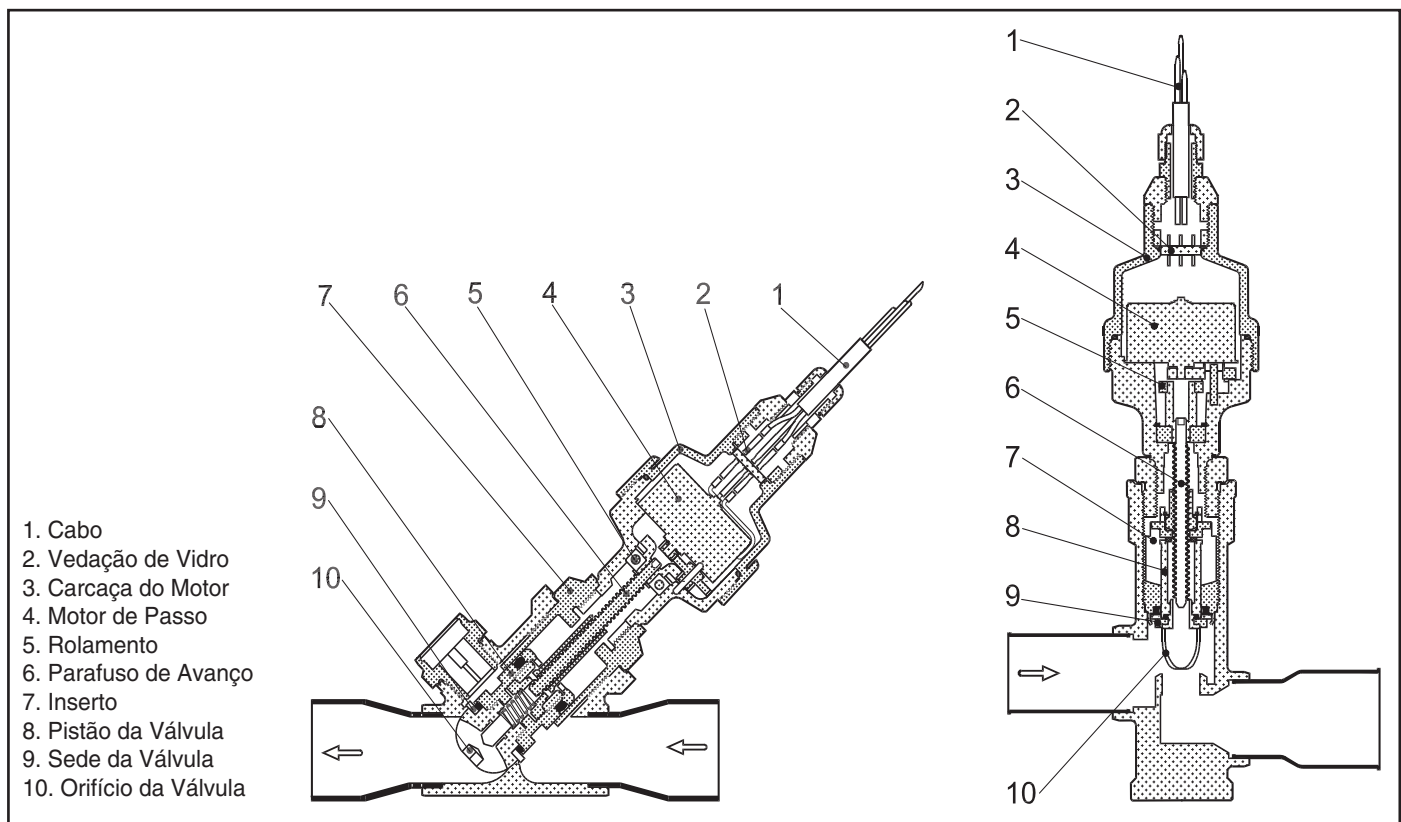

Figura 25 - Vista em corte da Válvula de Expansão Eletrônica
Veja a Figura 25 para uma vista em corte da EXV. O refrigerante líquido à alta pressão entra na válvula através da parte superior. À medida que o refrigerante atravessa o orifício, a pressão cai e o refrigerante muda para uma condição de duas fases (líquido e vapor). A válvula de expansão eletrônica funciona por meio da ativação eletronicamente controlada de um motor de passo. O motor de passo permanecerá na posição, a menos que pulsos de potência acionem os dois conjuntos discretos dos enrolamentos do estator do motor para rotação em ambas as direções. A direção depende da relação de fase dos pulsos de energia.
- Inicie a etapa de teste da EXV adequada sob o (QUIC) modo de teste de serviço. Localize o item desejado Circuit A EXV Position, EXV.A, Circuit B EXV Position, EXV.B, ou Circuit C EXV Position, EXV. C. Mude a posição para 100%. Observe a operação do parafuso de avanço. Veja a Figura 25. O motor deve estar girando, elevando o acionador para mais próximo do motor. O movimento do atuador do motor deve ser suave e uniforme da posição totalmente fechada para a posição totalmente aberta. Selecione 0% e verifique a operação aberta para fechada. Se a válvula estiver corretamente conectada ao processador e estiver recebendo sinais corretos, ainda que não funcione como descrito acima, a parte vedada do motor da válvula deverá ser substituída.